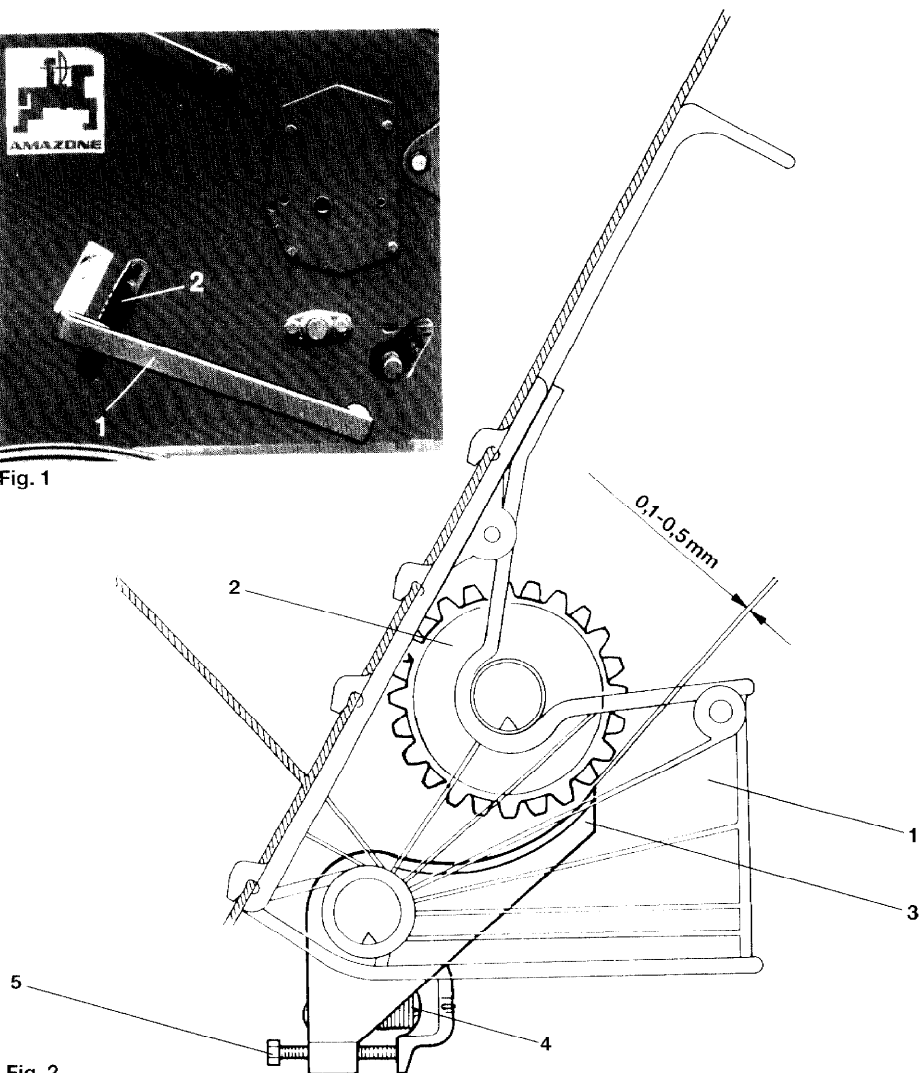

Fig. 2
- Kontroller om den foreskrevne afstand på 0,1 mm. til 0,5 mm. (se fig. 2) mellem bundklap (fig. 2/3) og såhjul (fig. 2/2) i hvert såhus (fig. 2/1) bliver overholdt. Herved skal det såhjul som skal kontrolleres drejes på såakslen med hånden.
- Ved afvigelser skal den foreskrevne afstand indstilles med fjederspændeskruer (fig. 2/5).